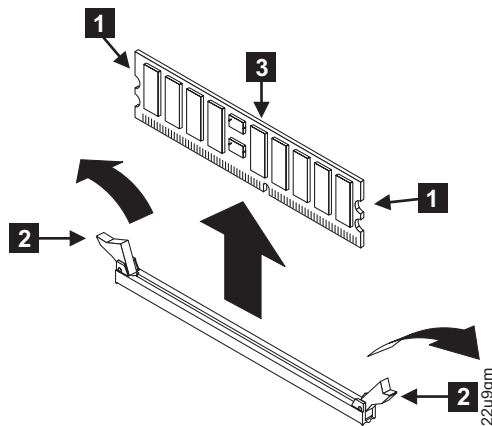

図 117. メモリー・モジュールの取り外し
4. 図 117に示すように、クリップ **2** を外側に押しながら開きます。このアクションで、メモリー・モジュール **3** をコネクタから引き出します。